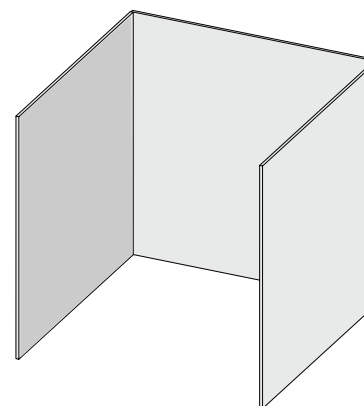

Fig. 1
- Een apparaat wordt als buiten beschouwd als het wordt geïnstalleerd met een schuilplaats die niet meer omvat dan muren aan drie zijden, maar zonder bovenbedekking. (Fig. 1)